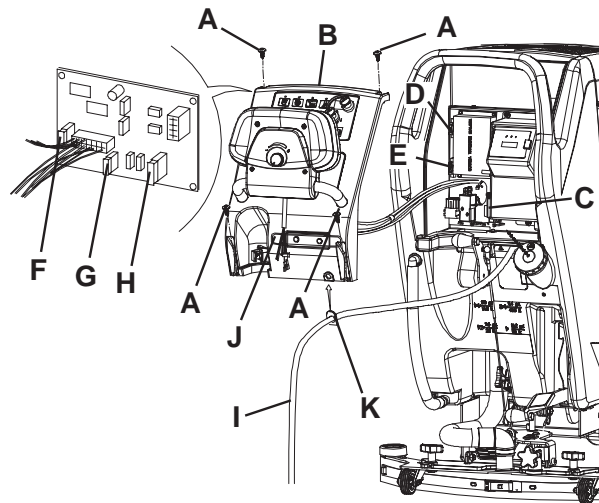

Figure 10
1. Débrancher le connecteur (12) des batteries.
2. Déplacer le tuyau de vidange de l'eau de récupération (16).
3. Déposer le câble (I, Fig. 10) du chargeur de batterie du logement (J).
4. Déposer les vis (A) et déplacer le tableau (B) avec soin en dégageant la bague en caoutchouc (K) de son logement dans le tableau (B).